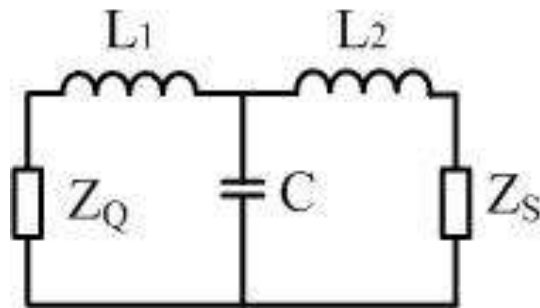

Рис. 4. Помехоподавляющий С-фильтр
7. Определить коэффициент затухания сигнала частотой  $f$  (МГц) в Т-фильтре (рис. 4). Принять величину ёмкости равной  $C$  (мкф), величины индуктивностей  $L_1 = L_2 = 1$  мкГн. Принять активные сопротивления конденсатора и катушек индуктивностей равным  $R$  (Ом),  $Z_Q = Z_S = 75$  Ом.